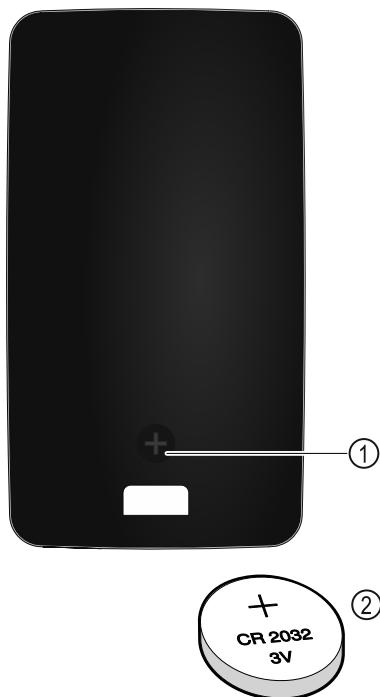

Fig. 229
Napájení dálkového ovládání proudem probíhá pomocí baterie typu CR 2032 na 3 V Fig. 229 (2), jakou lze běžně obdržet v dané prodejně.
- ▶ Vyšroubujte šroubek Fig. 229 (1) na zadní straně dálkového ovládání.